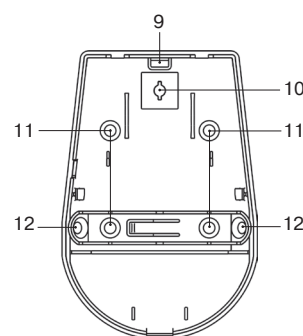

Рисунок 2 — Конструкция «Пирон-4 BLACK»
Основание корпуса с печатной платой представлены на рис. 2б).
- контакты SENS HIGH (4) для регулировки чувствительности;
- маркированные клеммы (7) для подключения к прибору приемно-контрольному (далее — ППК);
- В основании корпуса имеются выламываемое отверстие (9) для ввода проводов, а также крепежные отверстия (рис. 2в):
- (10) для крепления основания к кронштейну;
- (11) для монтажа на стене;
- (12) для монтажа в углу.
- Снимите крышку извещателя, отжав отверткой фиксатор крышки через отверстие, расположенное в нижней части основания извещателя (рис. 2а).
- Просверлите в основании извещателя отверстия, которые будут использоваться для прокладки проводов и крепления извещателя (рис. 2в).
В извещателе предусмотрена перемычка SENS HIGH (4) (рис. 2б). При снятой перемычке извещатель работает в режиме нормальной чувствительности (устойчив к перемещению домашних животных массой до 20 кг). При установленной перемычке извещатель работает в режиме высокой чувствительности (устойчив к перемещению домашних животных массой до 10 кг).